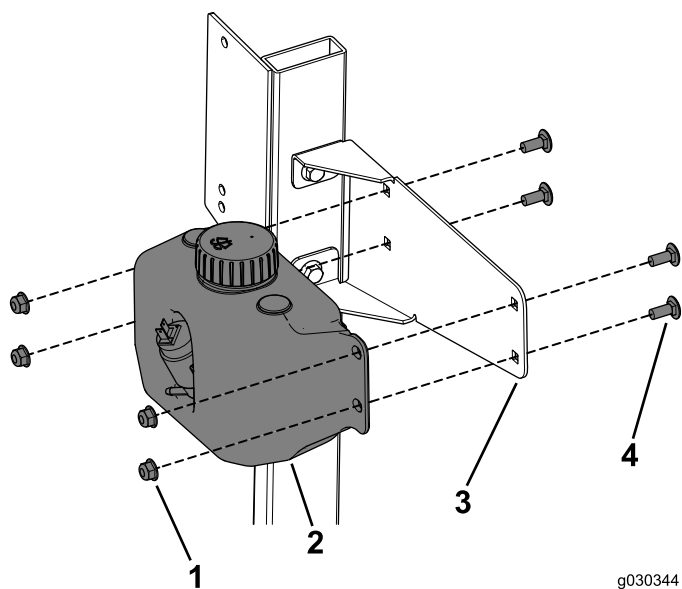

図 31
3. タンク用マウントにウォッシャー液タンクを取りつけるキャリッジボルト 5/16 x 3/4 インチ 4本、フランジナット4個を使用する 図 31。